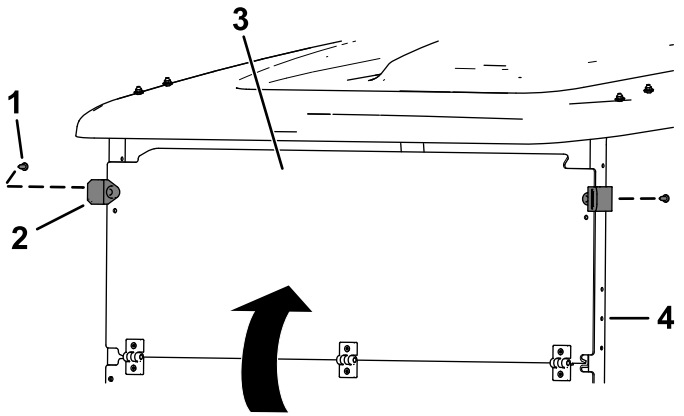

Bild 2
1. Klappen Sie die Windschutzscheibe auf und sichern Sie den oberen Teil der Windschutzscheibe an den Sonnendach-Stützrohren mit den 2 Gummiklemmen und den 2 kurzen Kunststoffnieten in den oberen Löchern (**Bild 2**).